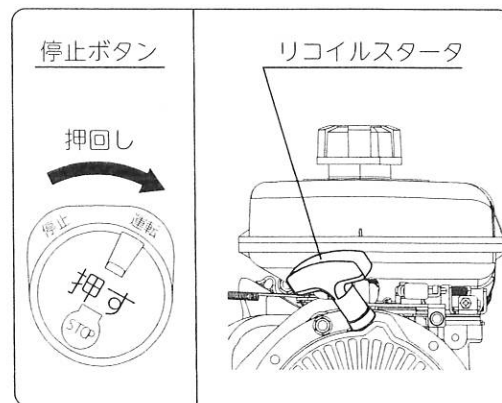

図9
- ③ 停止ボタンを押しながら、[運転] 位置にします。
- ④ リコイルスタータを引っ張り、エンジンが始動したらチョークレバーを徐々に「開」位置にします。(図9)